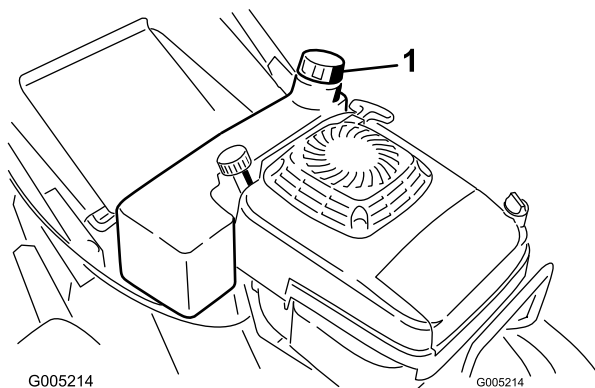

Figura 9
1. Limpie alrededor del tapón del depósito de combustible (Figura 9).